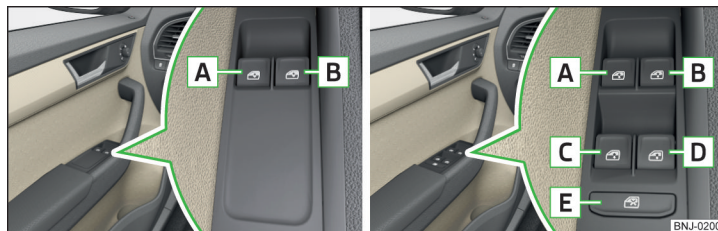

Fig. 39 Tasti degli alzacristalli: variante 1 / variante 2
In funzione dell'allestimento, premendo/tirando i tasti nella porta lato conducente è possibile comandare i finestrini anteriori - **variante 1** o i finestrini anteriori e posteriori - **Variante 2** » **fig. 39**.
Il finestrino lato conducente, nella **variante 2** » fig. 39, può essere aperto/chiuso completamente e automaticamente premendo o tirando il tasto fino all'arresto. Premendo/tirando di nuovo il tasto il finestrino si blocca.
- La **variante 1** degli alzacristalli elettrici » fig. 39 a pag. 52 **non dispone** di dispositivo di limitazione della forza. I finestrini devono essere chiusi con prudenza - pericolo di lesioni!
- Il **finestrino lato passeggero della variante 2** degli alzacristalli elettrici » fig. 39 a pag. 52 **non dispone** di dispositivo di limitazione della forza. Il finestrino deve essere chiuso con prudenza - pericolo di lesioni!